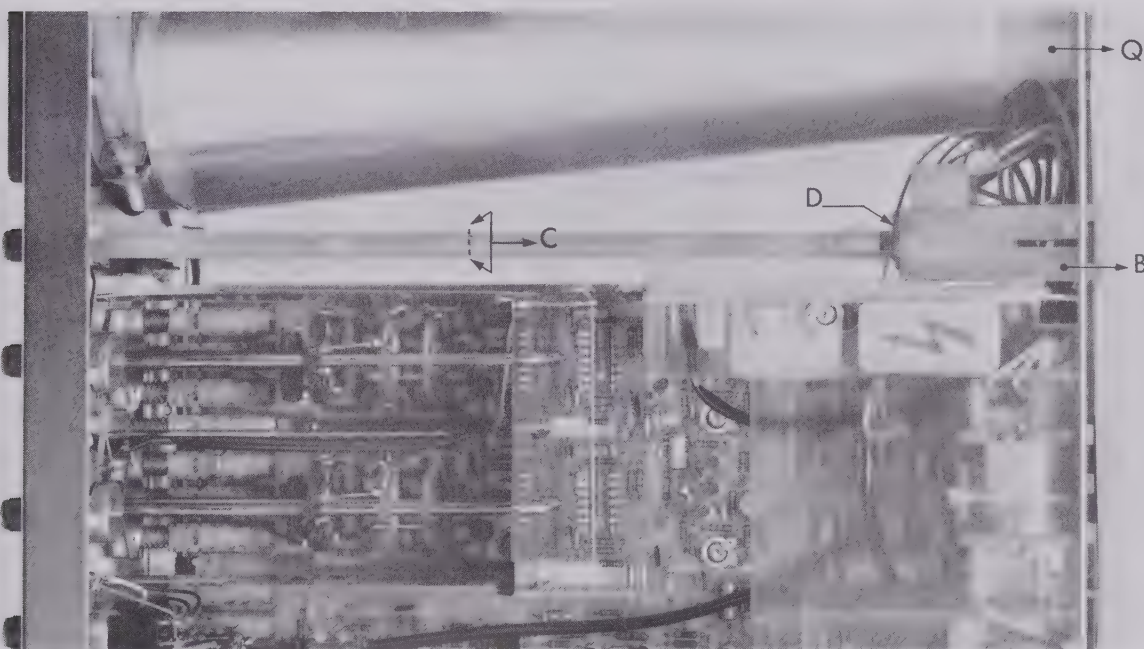

Fig. 2.6. Démontage
- Fier sauter les étriers plastique B (Fig. 2.6.) par les trous du panneau arrière.
- Tourner et tirer simultanément l'axe C (Fig. 2.6.) jusqu'à ce son extrémité soit aligné avec le trou (comme une clé).
- Dévisser l'écrou hexagonal D (Fig. 2.6.) afin de déposer le potentiomètre.
- Déboîter les plaquettes latérales de blindage de l'atténuateur en enfonçant la plaquette arrière (H) sur le flanc supérieur (voir Fig. 2.6.).
- Faire sauter les deux cosse nylon Q (voir Fig. 2.6.) arrière du tube, vers l'intérieur et tout en prêtant une attention particulière à l'écran métallique faire passer le t.r.c. par le panneau avant suffisamment que pour permettre la dépose du connecteur de base (pousser sur l'étrier nylon le cas échéant).